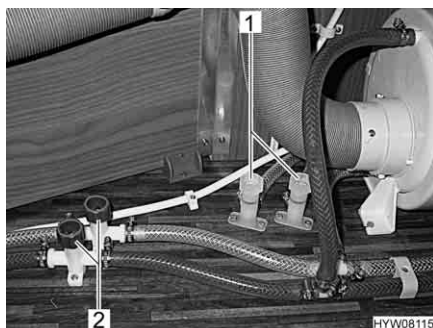
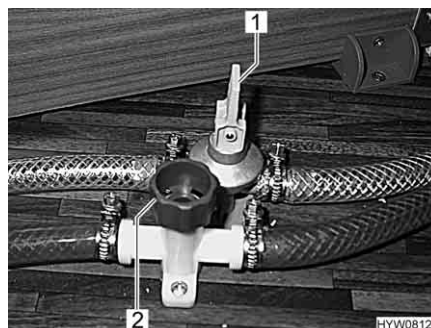

Fig. 133 Rubinetti di scarico scaldacqua
Fig. 134 Rubinetti di scarico del boiler
- Chiudere tutti i rubinetti di scarico. A tal fine ruotare i coperchi (Fig. 133,1 e 2 o Fig. 134,2) in senso orario oppure posizionare la leva a bilanciere (Fig. 134,1) in posizione orizzontale.